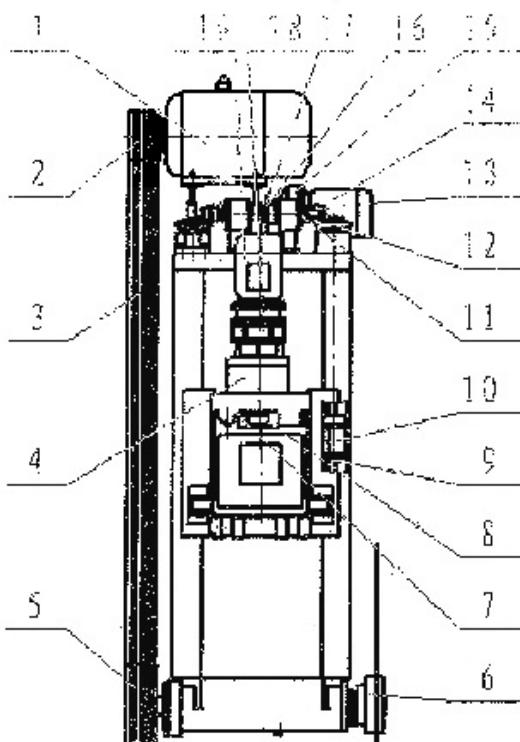

图 5 QJS120 传动机构
(一)、QJS120 型主要传动机构工作原理(见图 5)
1、锯片旋转传动机构(见图 5)
2、锯片进给传动机构(见图 5)
3、锯片升降传动机构(见图 5)